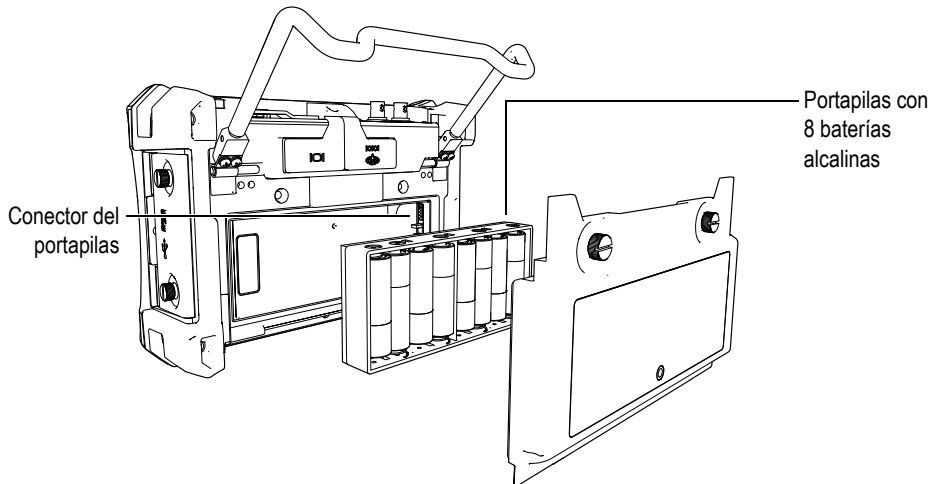

Figura 1-11 Portapilas alcalinas
6. Coloque el portapilas en el compartimiento de la batería (véase la Figura 1-11 en la página 33).